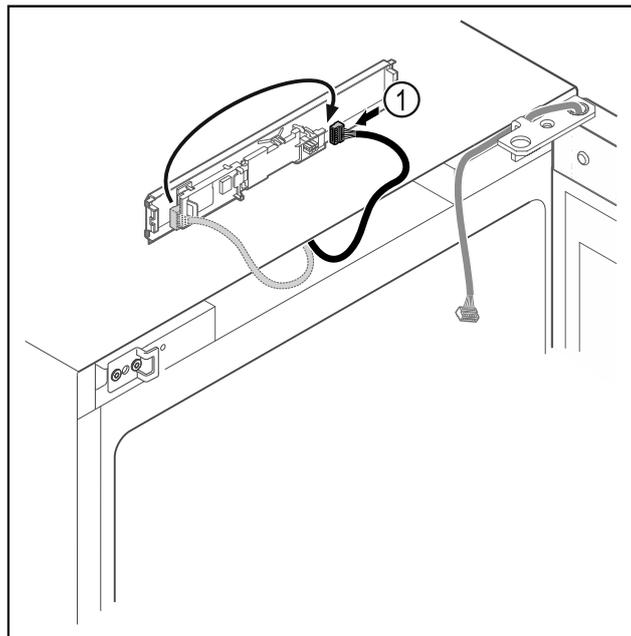

Fig. 17
- ▶ Vuelva a conectar el conector Fig. 17 (1) a la placa de circuitos.